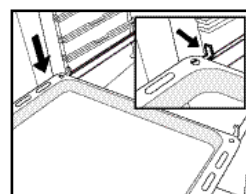

Fig. 5
5. Placez les accessoires sur la glissière (Fig. 5, 6).